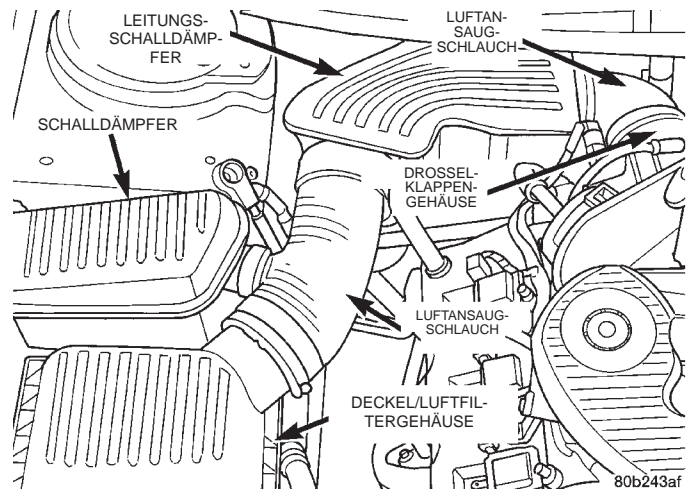

Abb. 6 Ansaugluft-Leitungsschalldämpfer und Luftansaugschlauch
(8) Ansaugluft-Leitungsschalldämpfer und Luftansaugschlauch (Abb. 6) vom Drosselklappengehäuse sowie den Luftschlauch, der vom Deckel des Luftfilters kommt, abbauen.